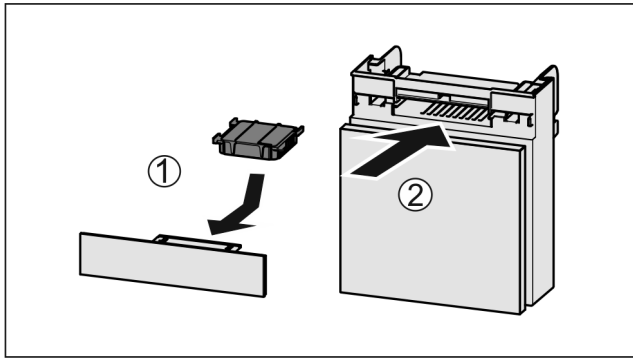

Fig. 165
- ▶ Inserire il vano Fig. 165 (2).